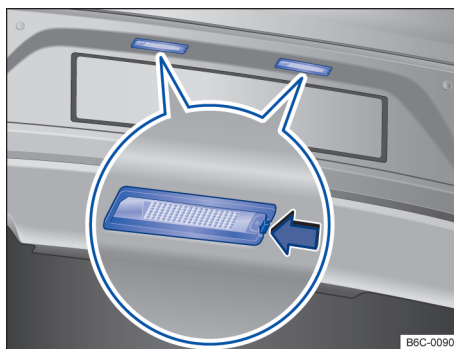

Fig. 169 En el parachoques trasero: luz de la placa de licencia.
- 2 Con la ayuda de un destornillador, presionar la traba → fig. 169 (flecha) para desmontar el conjunto.